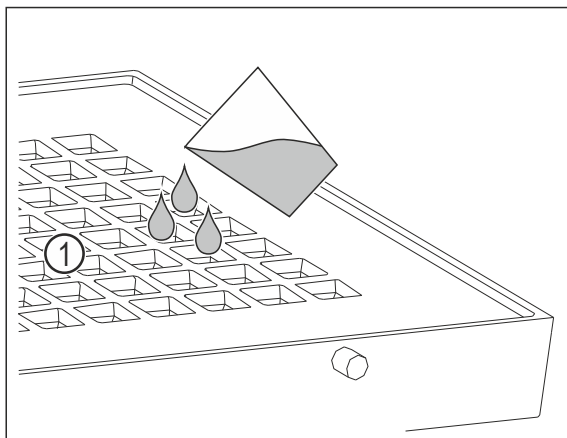

Fig. 109
- Залейте не более 400 мл воды через отверстия Fig. 109 (1) в крышке.